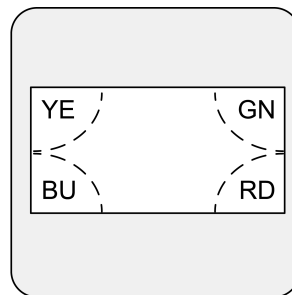

Imagen 8: LED de estado
Detrás de la ventana del sensor (4) se encuentra el LED de estado que indica el estado de funcionamiento actual (Imagen 8).